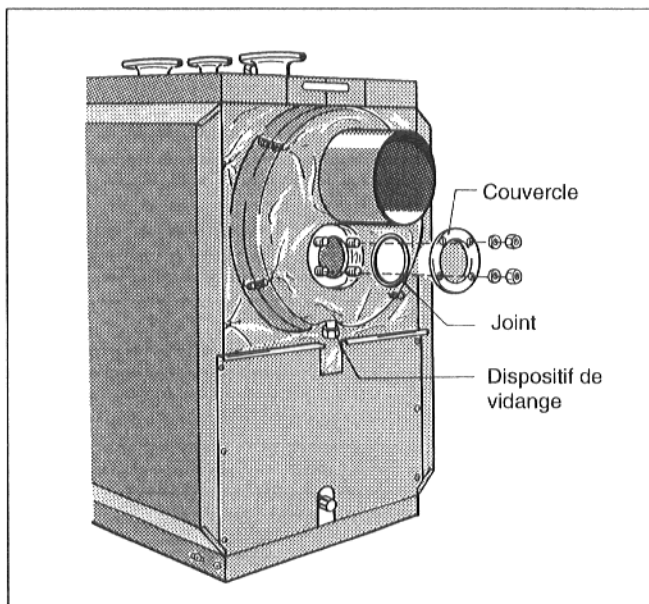

Fig. 26
- Rabattre la plaque d'isolation fendue vers le haut (Fig. 26).
- Dévisser les écrous du regard de nettoyage (Fig. 26).
- Retirer le couvercle du regard de nettoyage et enlever la suie résiduelle. (Fig. 26).
Lors du cycle de nettoyage, les résidus de nettoyage liquides peuvent être évacués par le collecteur de fumées, par l'intermédiaire d'un dispositif de nettoyage par vidange (Fig. 26).